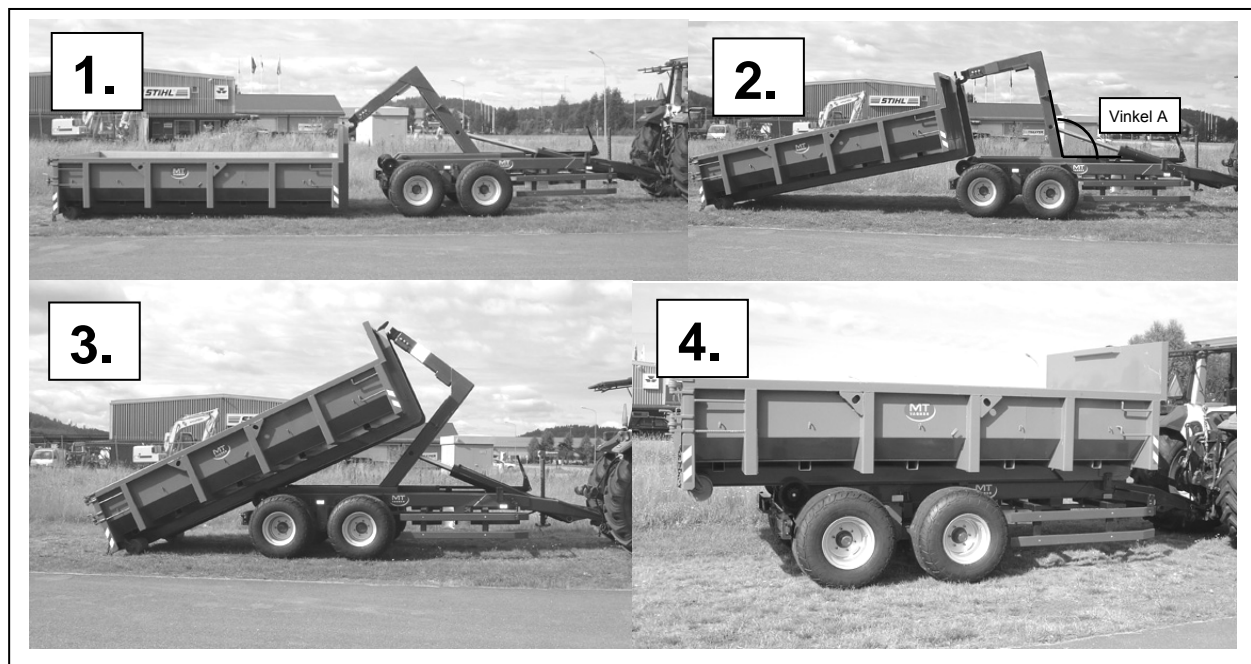
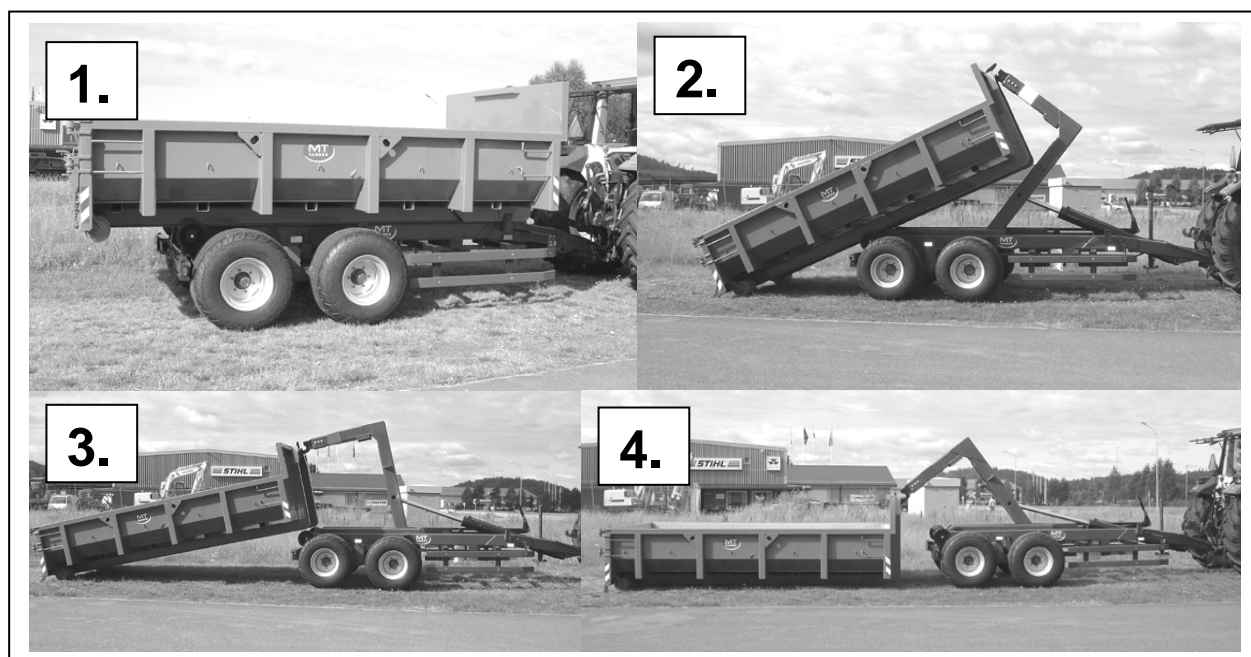

Bild 8 – Att dra upp ett flak på växlarevagnen (Bilden visar växling av flak på MT8-12).
Bild 10 – Att lasta av ett flak från växlarvagnen (Bilderna visar MT8-12).
4. Backa vagnen rakt mot flaket, kroka fast flaket och lyft upp en liten bit (Bild 8, Pos. 1).
5. Börja att dra upp flaket (Bild 8, Pos. 2), underlag, lutning och markförhållanden får avgöra om traktorn ska bromsas eller följa med bakåt när flaket dras upp. Prova Er fram för att fastställa lämpligast metod, egen erfarenhet är ofta bäst.
6. När Ram III står ca. 90-120° (Vinkel A, pos. 2, bild 8) från huvudramen kan tornet vikas nedåt för att på så sätt minska växlingsvinkeln på flaket. Vik inte tornet mer än nödvändigt, akta så att inte främre delen av flakets ram fastnar eller stöter i lastväxlaren.
7. Kontrollera under tiden att flaket hamnar rätt på chassit, kontrollera att de bakre låshakarna inte bryter fast i ramen på flaket. (Bild 8, Pos. 3).
8. När Ram III står ca. 30-40° (Vinkel A, pos. 2, bild 8) från huvudramen kan tornet börja vikas tillbaka mot parkeringsläge.
10. Sänk ned och parkera Ram III i sitt nedersta läge (Bild 8, Pos. 4), och vik fram krokarmen till sitt parkeringsläge (90° mot Ram III).
2. Sänk ned boggiblockeringarna mot boggivaggorna, lås med sprinten i lämpligt håll. Boggiblockeringen är till för att hindra att traktorn lyfts upp när man drar upp tunga flak. Vik krokarmen bakåt för att skjuta flaket bak/loss från det mekaniska kontainerlåset. Börja lyfta armen från parkeringsläget (Bild 10, Pos. 1).
5. När stödrullarna på flaket tar i marken (Bild 10, Pos. 2), börja att sakta köra traktorn framåt i samma hastighet som krokarmen rör sig. Underlag, lutning och markförhållanden får avgöra om traktorn ska bromsas eller följa med framåt när flaket lastas av.
6. När Ram III står ca. 90-120° (Vinkel A, pos. 2, bild 8) från huvudramen, skall krokarmen vikas tillbaka. Kontrollera under hela tiden att flaket lämnar chassit och inte fastnar (Bild 10, Pos. 3). Sänk ned flaket helt mot marken.
7. Sänk ned och haka loss kroken från bågen. Vik upp krokarmen och ställ den i parkeringsläge om inte ett nytt flak omedelbart ska dras upp. (Bild 10, Pos. 4).